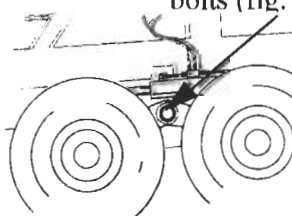

fig. 1
1) montare i mozzi porta ruota e avvitare le viti di fissaggio (fig.1) serrando forte;
For unloading and assembling operations, hook the machine to the point shown in fig.1.